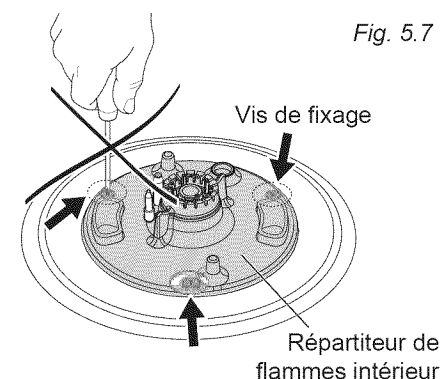

Fig. 5.7
**IMPORTANT:** Ne JAMAIS dévisser les vis qui fixent le répartiteur de flammes intérieur (fig. 5.7). Le répartiteur de flammes intérieur peut être enlevé SEULEMENT par du personnel autorisé.